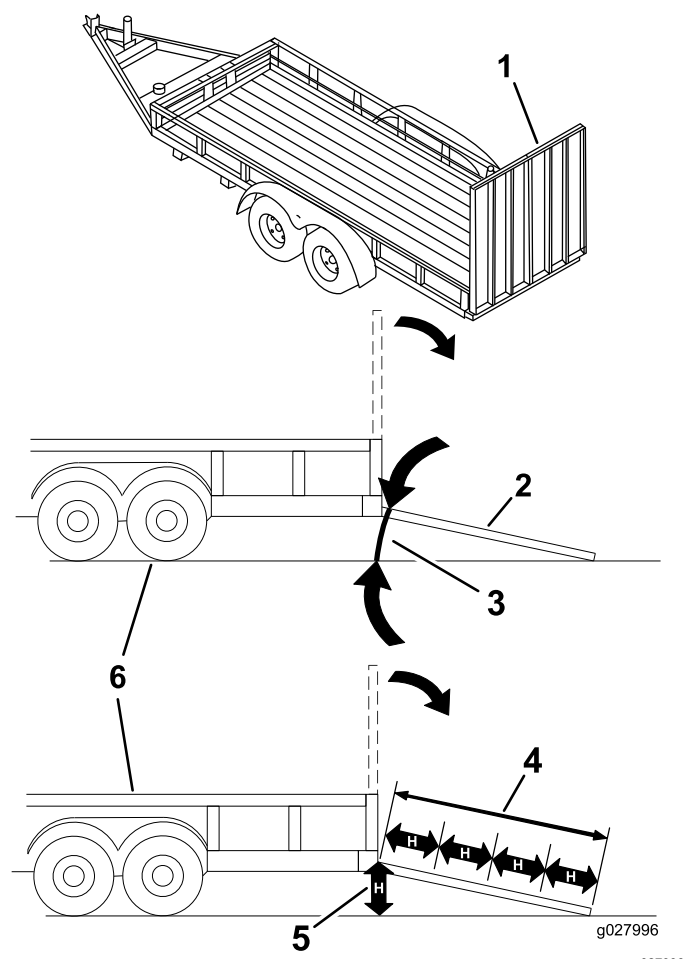

Figure 35
Le chargement de la machine sur une remorque ou un camion augmente le risque de basculement et donc de blessures graves ou mortelles (Figure 35).
3. Abaissez la rampe pour que l'angle avec le sol ne dépasse pas 15 degrés (Figure 35).
1. Abaissez la rampe pour que l'angle avec le sol ne dépasse pas 15 degrés (Figure 35).